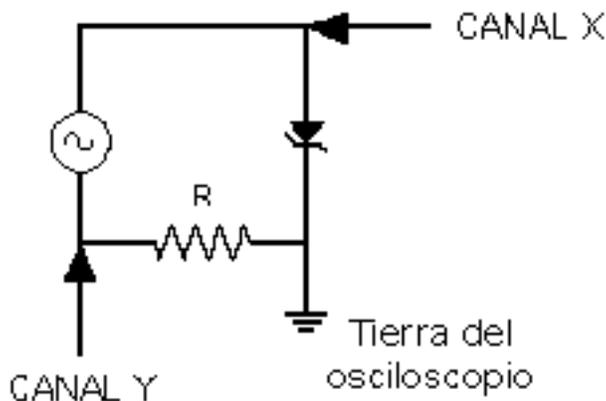

Figura 1. Circuito para observar las características corriente-voltaje del diodo zener
a) Dado el circuito mostrado en la Figura 1, las especificaciones del dispositivo a su disposición y las indicaciones dadas por su profesor, determine el valor de la resistencia R y el valor pico de la amplitud que puede tener la señal producida por el generador para observar en el osciloscopio la curva característica i vs. v de este dispositivo.
b) Haga un diagrama de la señal que Ud. espera ver en la pantalla del osciloscopio, si las conexiones se realizan exactamente en la forma indicada en la Figura 1.
1.- Monte el circuito de la Figura 1 y obtenga en la pantalla del osciloscopio la curva característica de este dispositivo. Haga un diagrama en papel milimetrado. Si su osciloscopio tiene la posibilidad de invertir uno de los canales, obtenga la curva característica con la misma orientación que las curvas características estándar de los manuales y libros de texto. Identifique voltajes y corrientes clave en la curva dibujada.